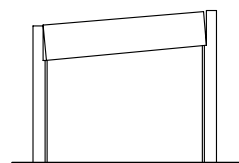

図6-7
- 許容範囲(※3)を超えた図6-7の場合、シャッターが取付けられなかったり、シャッター取付け後に異音やキズが発生して正常に作動しなくなる場合があります。